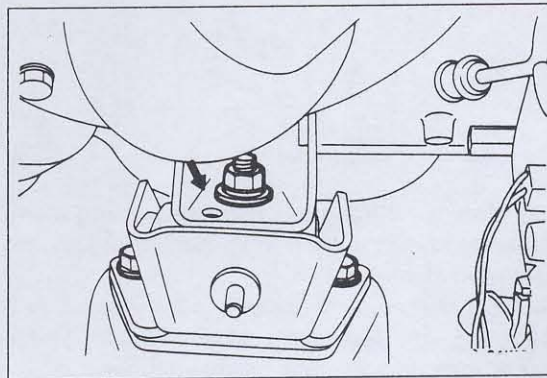

Bild 18
- Das neue Aufhängungslager in umgekehrter Reihenfolge einbauen. Die einzelnen Aufhängungen unter Bezug von Bild 19 anziehen. Beim Aufsetzen der Gummilager darauf achten, dass die in Bild 18 mit dem Pfeil gezeigte Führung eingreift.